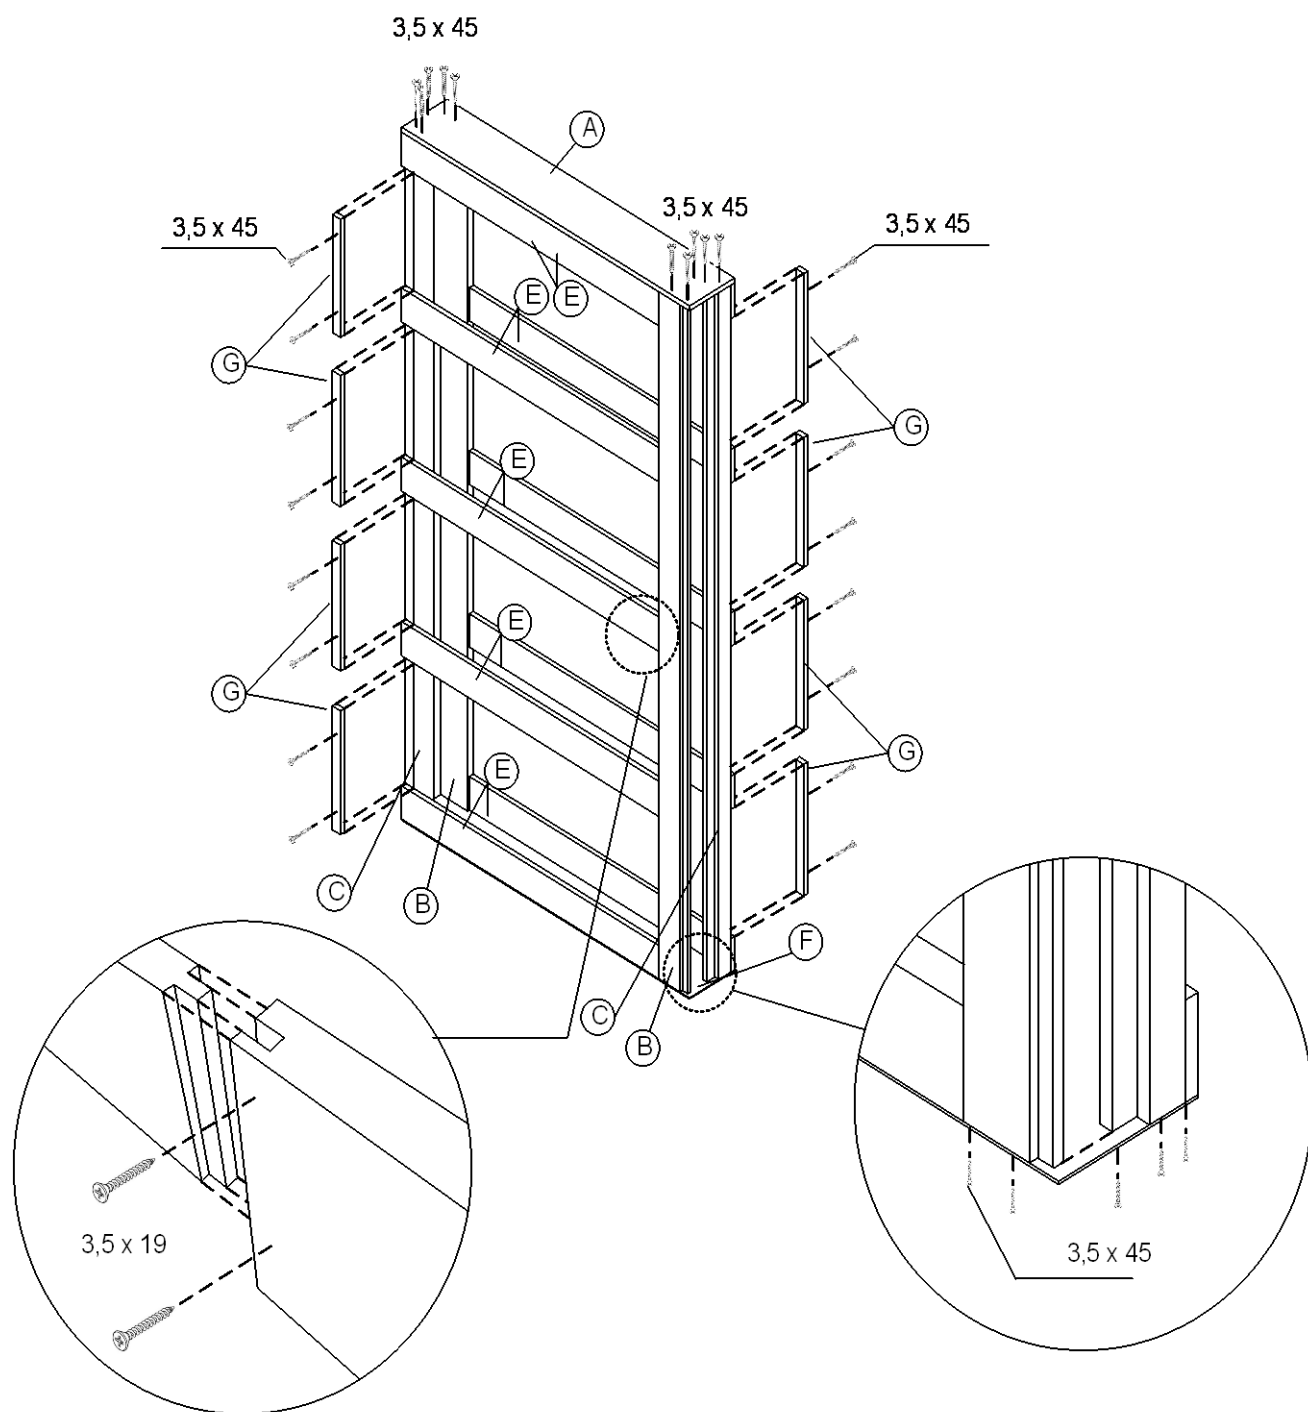

Рисунок 5
4. Собрать основной каркас пенала (Рис. 5)